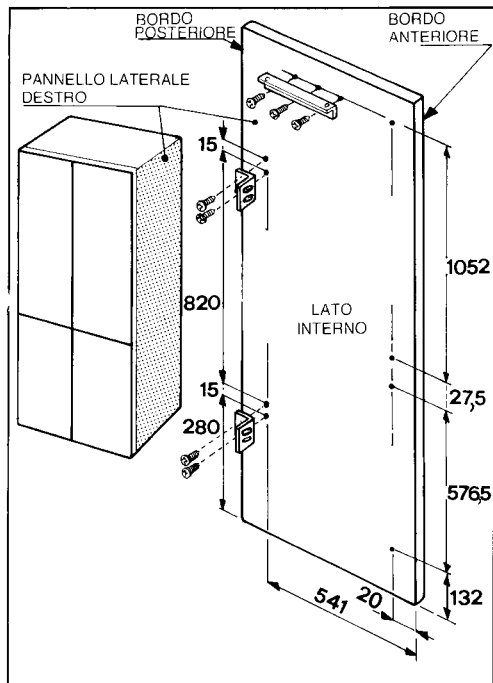

Fig. 3
- Fissare le squadrette sui pannelli nella posizione indicata nel disegno (Fig. 3).